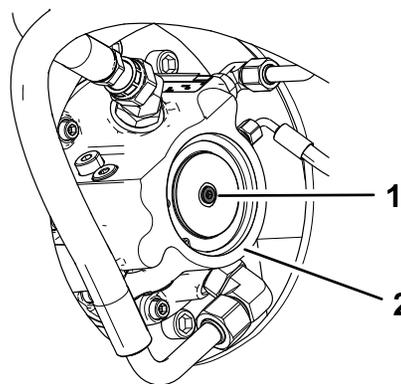

Рисунок 31
3. В каждом бортовом гидромоторе удалите заглушку и заверните вместо нее винт (M8–1,25 x 40 мм) с шайбой (M8 x 16 мм) (Рисунок 31). Затяните крепежные детали от руки.